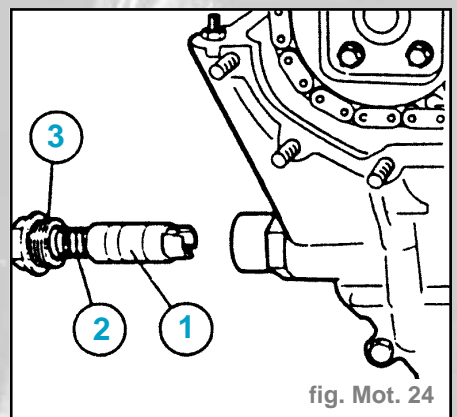
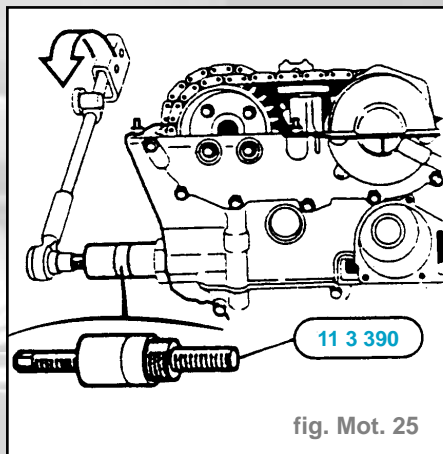

fig. Mot. 24
fig. Mot. 25
- Détendre le tendeur de chaîne primaire (3) (fig. Mot. 24).
- Tendre le patin de tendeur avec l'outil spécial **11 3 390** en faisant tourner la vis de réglage sous un couple de **1,3 daN.m** à l'aide de l'outil spécial **00 2 050** ou d'une clé dynamométrique courante (fig. Mot. 25).
- Déposer l'outil spécial **113 390** (fig. Mot. 25).
- Présenter le piston du tendeur de chaîne (1) de sorte que les ergots de guidage se prennent dans le rail du tendeur.
- Poser le ressort (2) et le bouchon fileté (3) avec une nouvelle bague d'étanchéité (fig. Mot. 24).